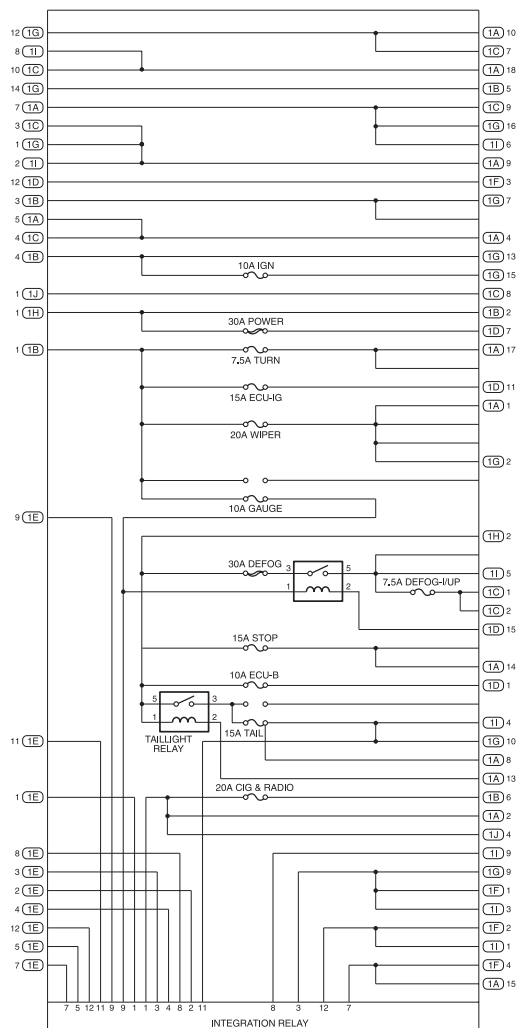

Рис. 15. Принципиальная схема монтажного блока J/B1
3. Если значение другое, то проверить все соединения АКБ ↔ ABSA (рис. 15), а также работоспособность АКБ и зарядной системы.